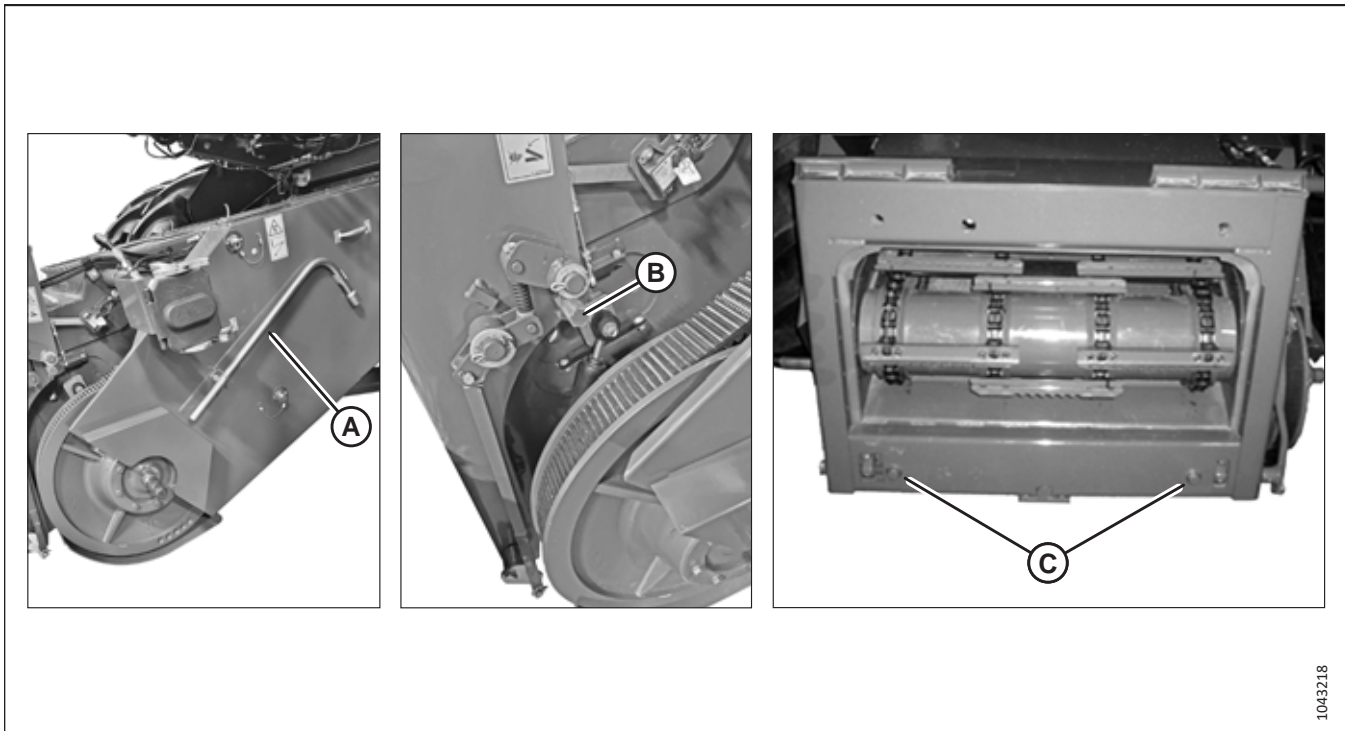

Abbildung 3.91: Schrägförderer
Sicherstellen, dass die Ausrichtungsstifte (C) (siehe Abbildung 3.91, Seite 88) am Schrägförderer mit den Löchern (B) im Floatmodul-Tragrahmen ausgerichtet sind.